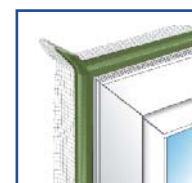

Fig.4 : Ménager un pli d'env. 2 cm dans chaque angle
- Ménager des plis d'environ 2 cm dans chaque angle (Fig.4)